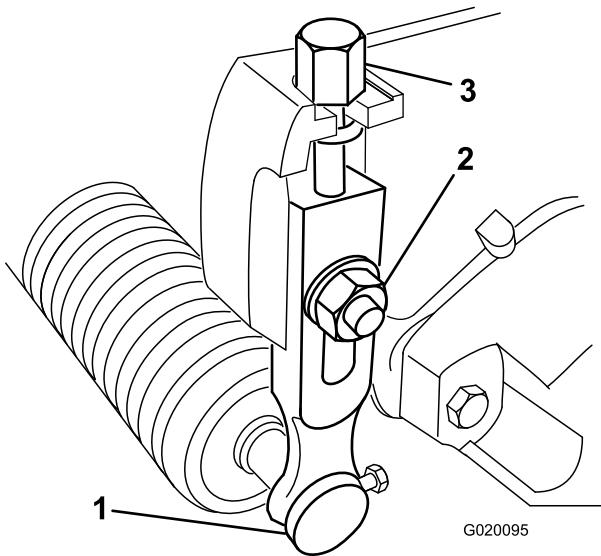

Рисунок 8
1. Ослабьте контргайки, которые крепят рычаги регулировки высоты скашивания к боковым пластинам режущего блока (Рисунок 8).